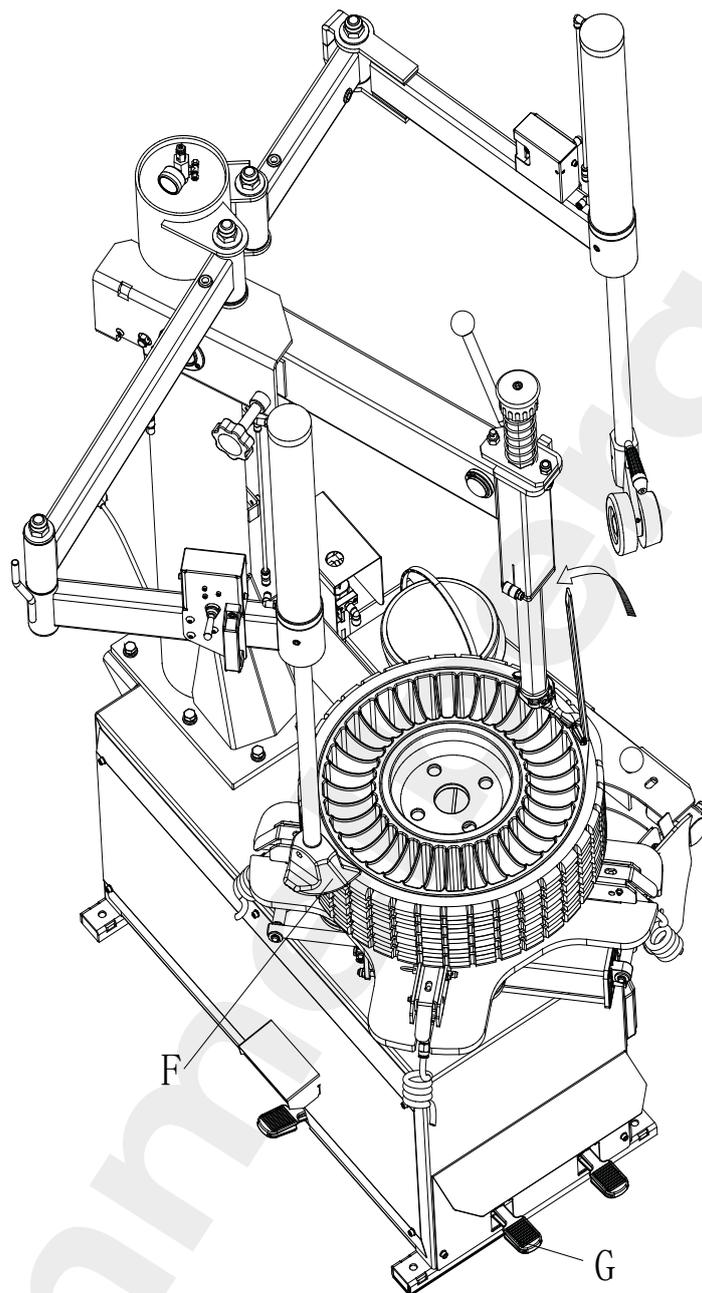
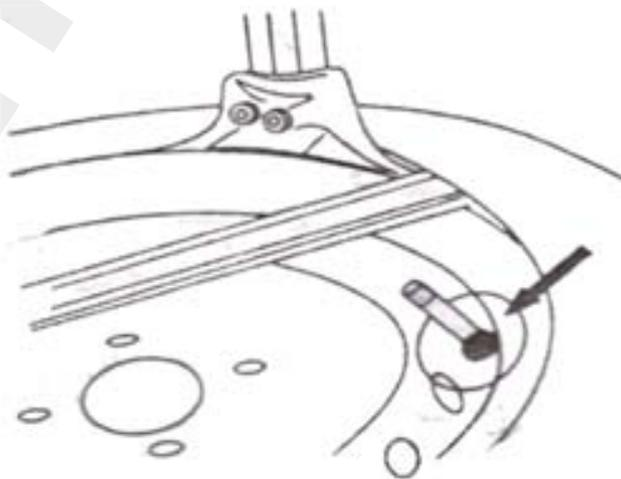

Рис. 10-9
Рис. 10-10
10.2.8 Отведите правое прижимное устройство, переместите левое прижимное устройство в указанное на рис. 10-9 положение и прижмите им шину в симметричной точке F (относительно положения монтажной лопатки). Затем отведите левое прижимное устройство и наклоните монтажную лопатку, как показано на рис. 10-9. Нажмите на педаль G, чтобы вращать поворотный стол по часовой стрелке. Вращайте стол до тех пор, пока верхний край шины не выйдет полностью. Если снята шина с внутренней камерой, то, чтобы избежать повреждения внутренней камеры во время работы, держите клапан на расстоянии около 10 см от правой стороны монтажной лопатки, см. рис. 10-10.